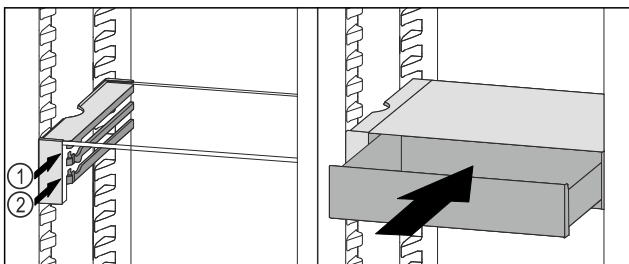

Fig. 165
- ▶ VarioSafe-lade achter de stoppers op de gewenste rib Fig. 165 (1) of Fig. 165 (2) plaatsen.